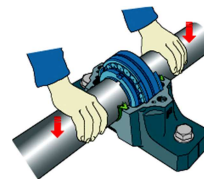

Figura 9 Albero e cuscinetto nel Sopperto.
- APPOGGIARE L'ALBERO CON IL CUSCINETTO NELLA BASE DEL SOPPORTO, figura 9.